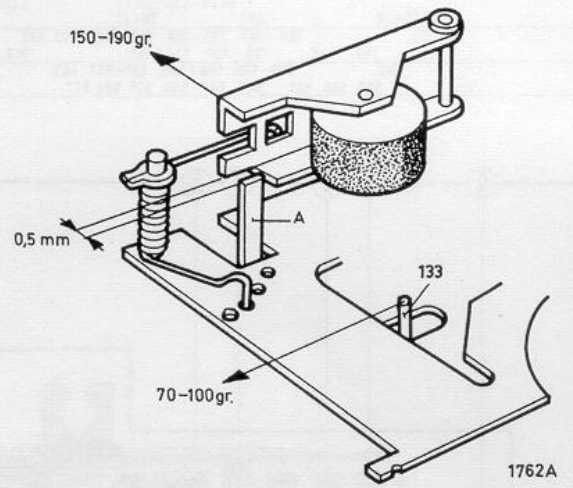

Fig. 5
Controle van de aandrukkracht van drukrol 68 (zie fig. 5)
Controle van de opspoelfrictie 133, fig. 5
- Is de stroomtoename minder dan 8 mA dan moet de aandrukkracht van de poelie van de opspoelfrictiebeugel 133 tegen de rechter spoelschotel worden verlaagd tot uiterlijk 70 gr (zie fig. 5).
- Is de stroomtoename meer dan 16 mA dan moet de aandrukkracht worden verhoogd tot uiterlijk 100 gr (zie fig. 5).